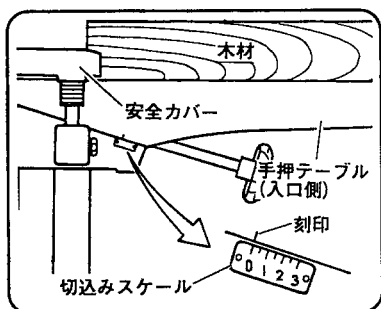

図 10
手押テーブル部のかなな刃を覆う安全カバー（図 10 参照）および、手押ガイド裏側のかなな刃を覆う安全カバー（B）（図 12 参照）は、身体がかなな刃に触れるのを防ぐものです。必ずかなな刃を覆うよう滑らかに動くことを確認してください。
- (1) スイッチを入れる前に手押テーブル(入口側)の刻印を切込みスケール0の位置にします。
- (2) 木材を手押テーブル面上ですべらせ、安全カバーが滑らかに動くことを確認してください。
- (図 10)